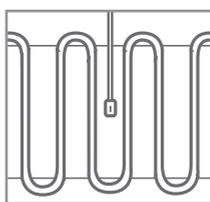
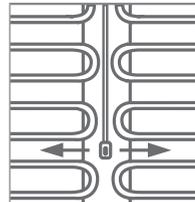

рис. 1
рис. 2
6. **Расположите нагревательный мат относительно датчика температуры пола.** Проследите, чтобы датчик был расположен внутри нагревательного мата (рис. 1) или между двумя матами (рис. 2) на равном расстоянии относительно витков греющего кабеля. Не устанавливайте датчик температуры пола между витками нагревательного кабеля (рис. 3).